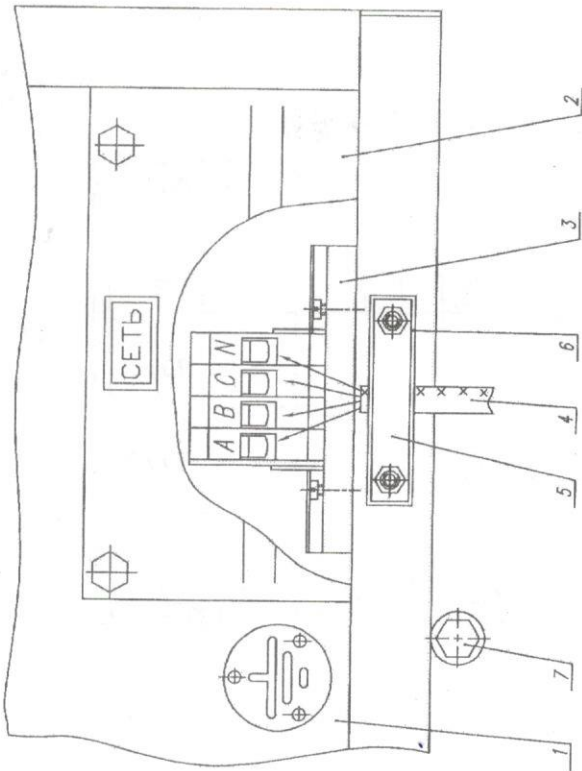

Рис.2. Схема подключения сетевого провода;
- 5 Для подключения выпрямителя к питающей сети на боковой стенке имеется блок зажимов наборный X1, закрытый крышкой со знаком «Сеть» (рис.2). Слева и ниже расположен зажим для подключения защитного заземляющего провода.
2 Напряжение сети опасно, поэтому корпус выпрямителя следует надежно заземлить. Для этой цели выпрямитель снабжен болтовым заземляющим зажимом (поз. 7 рис.2) со знаком «Земля».
1 Заземлить корпус выпрямителя проводом сечением не менее 10 мм² болтовым зажимом (поз.7 рис.2).